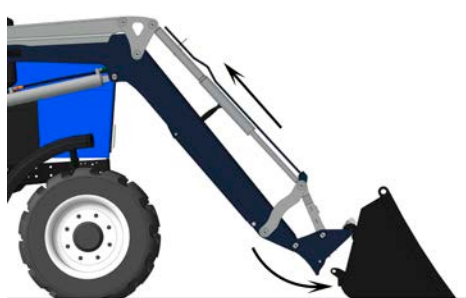
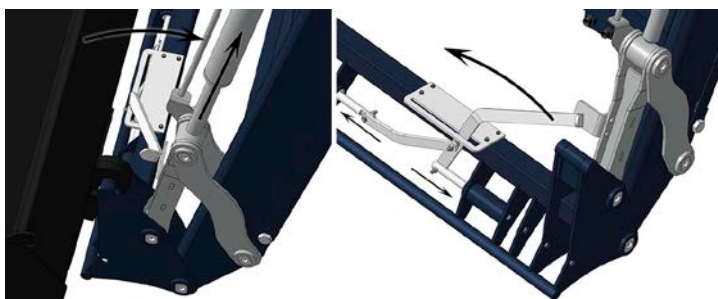

Рис. 2.14
Рис. 2.15
- подцепите верхней осью подвески рабочий орган (рис. 2.14);
- гидроцилиндрами разворота рабочих органов запрокиньте полностью рабочий орган на себя (рис.2.14). На погрузчиках 400, 650, Basic, Standard, Robust нужно выйти из трактора и вручную защелкнуть подвеску, на погрузчике (VIP, Premium) специальный кронштейн собьет рычаг подвески, и она закроется автоматически (рис.2.15), для погрузчика Premium
- Снимите инструмент, выполнив в обратном порядке операции (рис. 2.14, 2.13).